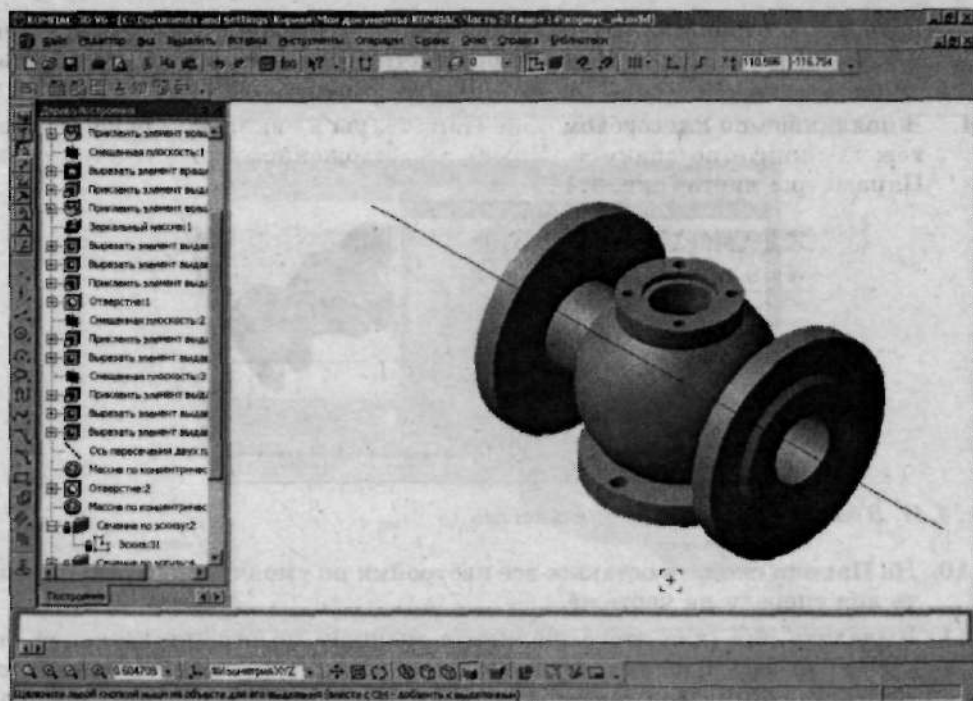

Рис. 4.45. Создайте эскиз сечения
7. Перейдите в окно с документом трехмерной модели **Корпуса**, для чего нажмите клавиши **Ctrl+Tab**. В плоскости **ZX** создайте эскиз, изображенный на рис. 4.45.